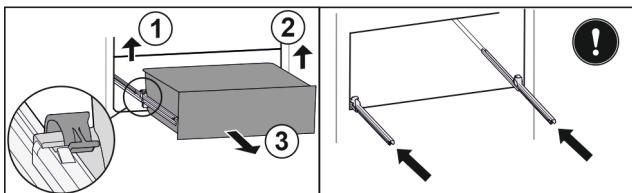

Fig. 127
- Nadvihnite ľavú svorku a súčasne tiahajte zásuvku vľavo dopredu. Fig. 127 (1)
- Nadvihnite pravú svorku a súčasne tiahajte zásuvku vpravo dopredu. Fig. 127 (2)
- Odoberte zásuvku dopredu. Fig. 127 (3)